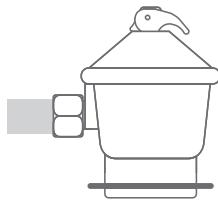

Fig. 1
- 2** Verifique que el regulador esté en posición cerrado, tal como se observa en gura siguiente. (**Fig. 1**)